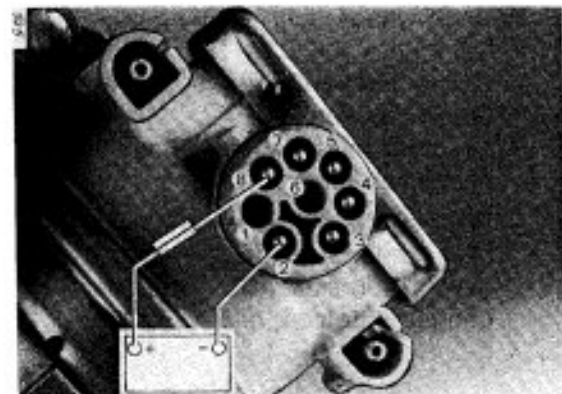

Bild 13
- Nur Steckanschlüsse (2 + 8) für belüftendes Ventil mit Spannung 12 V beaufschlagen, s. Bild 13.